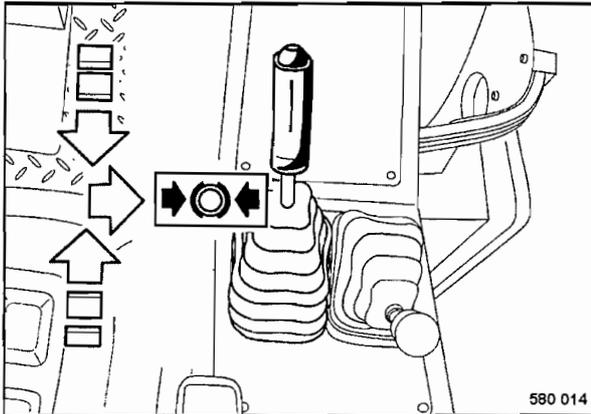

Fig. 39
- Colocar la palanca de marcha (Fig. 39) lentamente en posición "Neutral" y encajarla hacia la derecha en posición de frenado.